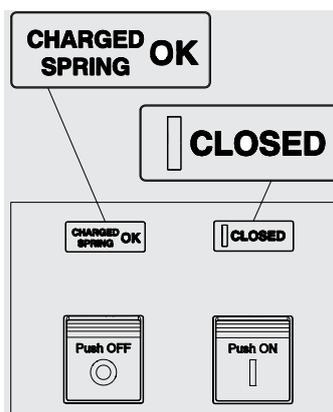

Figura 52
- Interruttore chiuso con molle cariche (vedi Figura 52). Questo stato si verifica quando dopo la chiusura (vedi passo 4 - Figura 52) le molle vengono ricaricate manualmente o automaticamente dal motoriduttore (se previsto).